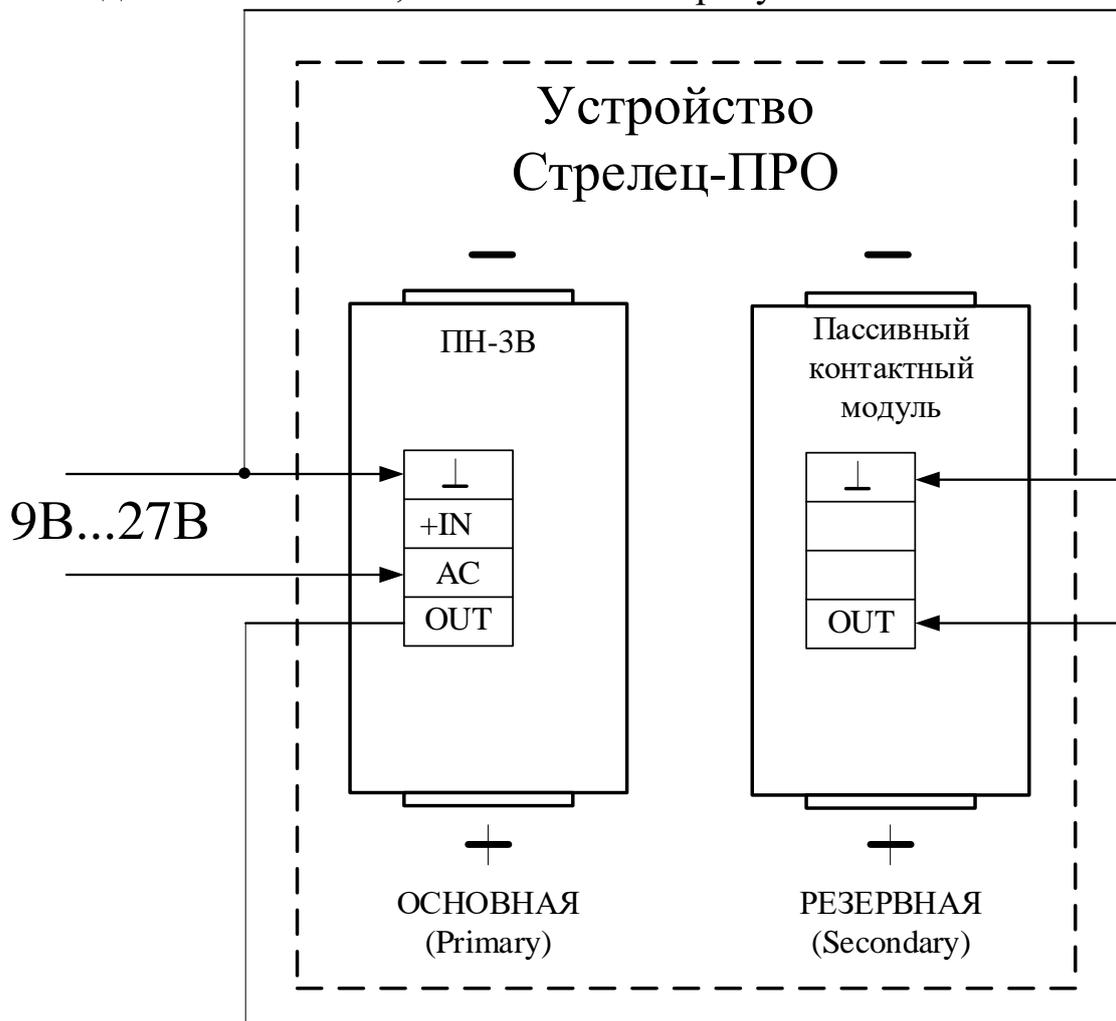

Рисунок 2 – Подключение ПН-3В без контроля внешнего источника питания к устройству с двумя разъемами CR123А
1.6 ПН-3В обеспечивает возможность подключения дополнительных пассивных контактных модулей с помощью разъема "OUT". Это, в частности, позволяет использовать только один преобразователь для питания устройства с двумя разъемами CR123A (например, Орфей-ПРО, Аврора-ДО-ПРО, Амур-ПРО и т.д., см. рисунок 2).